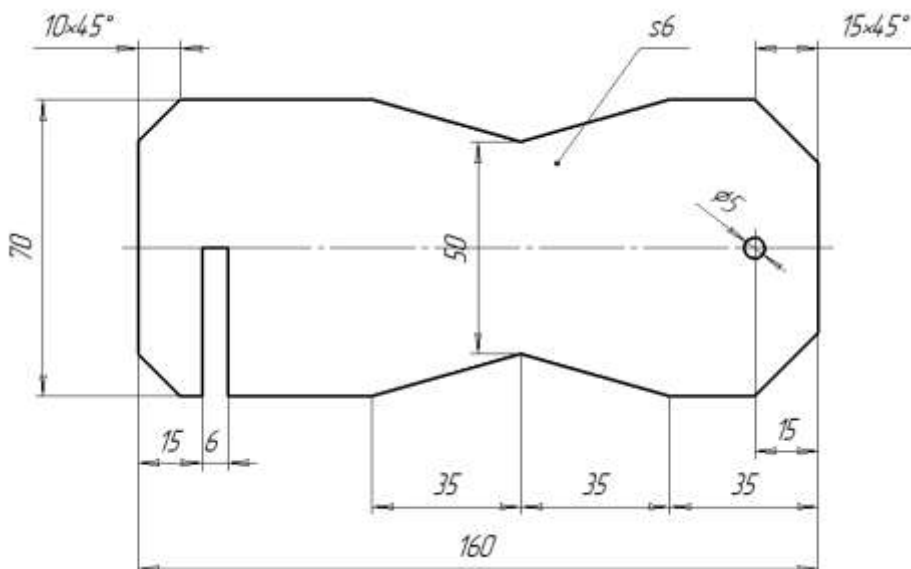

Рис.1
1. Изготовить деталь «Стойка» подставки под смартфон Рис.1 по чертежу, материал-фанера, заготовка 200×100×6 мм;